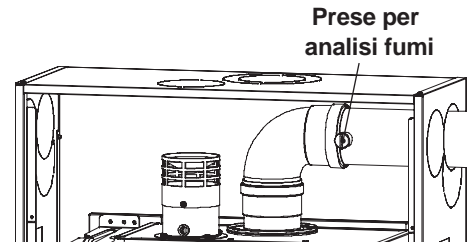

Figura 9.11
- Collegare un analizzatore fumi alle prese di analisi fumi poste sugli scarichi fumi della caldaia Figura 9.11.
- Verificare la combustione della caldaia utilizzando le prese posizionate sui tubi fumo (Figura 9.11) e confrontare i dati misurati con i seguenti.